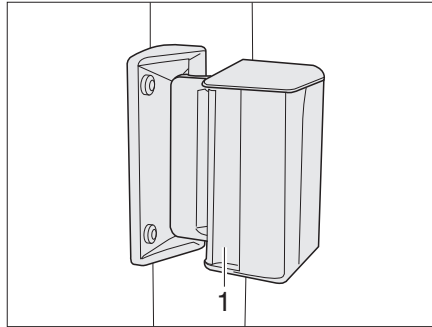

Bild 62 Skjutfönster
- Tryck handtaget (Bild 62,1) och skjut eller drag det samtidigt framåt eller bakåt.